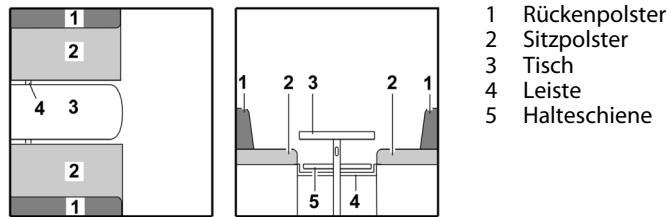

Bild 66 Vor dem Umbau
- Tisch (Bild 66,3) zum Bettunterbau umbauen (siehe Abschnitt 7.8).
- Leiste (Bild 66,4) einlegen oder zur Mitte ziehen. Die Leiste ist richtig positioniert, wenn sie die Tischplatte direkt hinter dem Tischfuß abstützt.